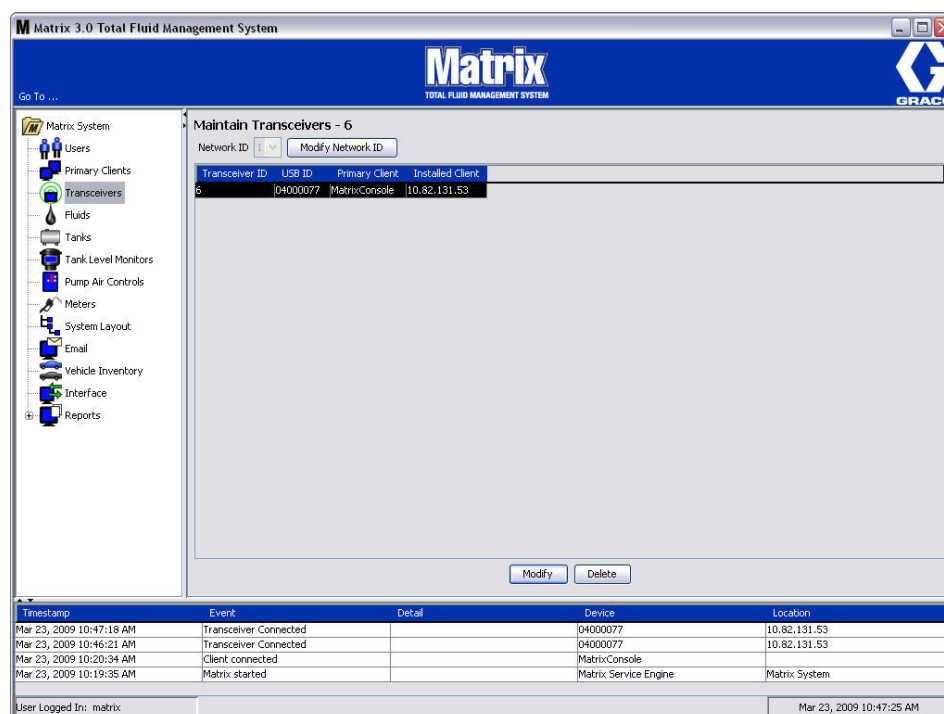
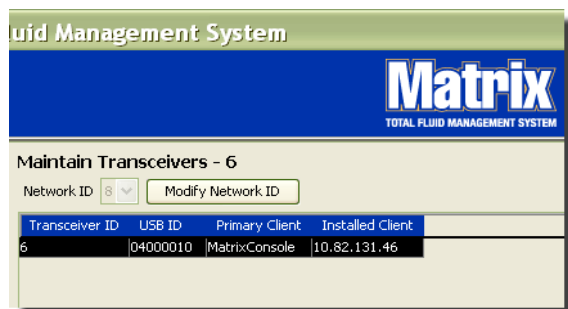

FIG. 83
FIG. 84
L'écran "Transceivers" (Émetteurs-récepteurs) illustré dans la FIG. 83 est utilisé pour :
2. Pour configurer l'identification du réseau, sélectionnez le bouton "Modify Network ID" (Modifier l'identification du réseau) illustré dans la FIG. 84.
4. Le numéro d'identification du réseau sélectionné s'affiche maintenant au haut de l'écran "Transceivers" (Émetteurs-récepteurs), dans le champ "Network ID" (Identification du réseau) comme illustré dans la FIG. 83 et la FIG. 84.